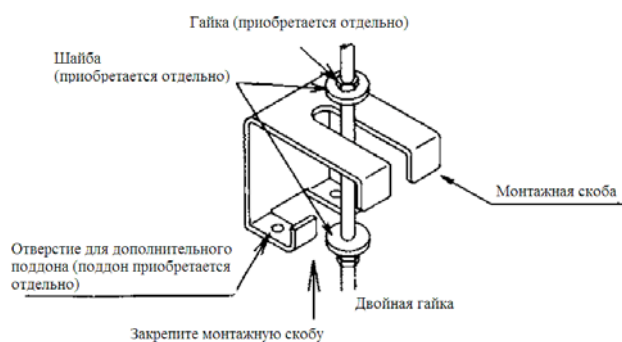
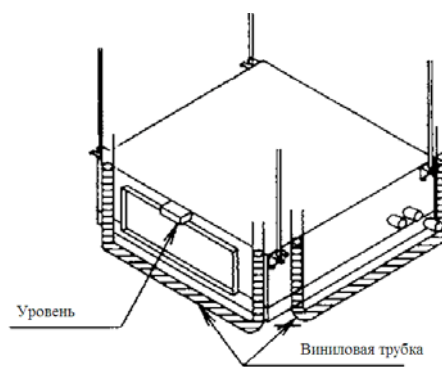

Рис. 5
Рис. 6
- (1) Соедините монтажную скобу с болтом подвески. Зафиксируйте ее с помощью шайб и гаек с верхней и нижней сторон скобы (см. Рис. 5).
- (2) Отрегулируйте высоту установки блока.
- (3) Убедитесь, что поверхность блока горизонтальна (см. Рис. 6).
- (4) Затяните верхние гайки.